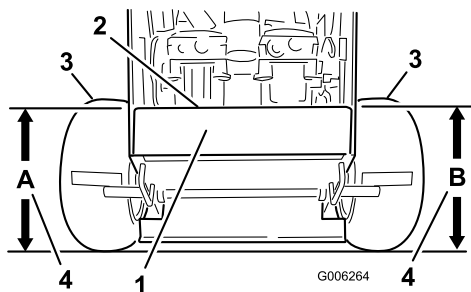

Figure 56
- Mesurez la hauteur du plancher moteur au point **A** (Figure 56).
- Mesurez la hauteur du plancher moteur au point **B** (Figure 56).